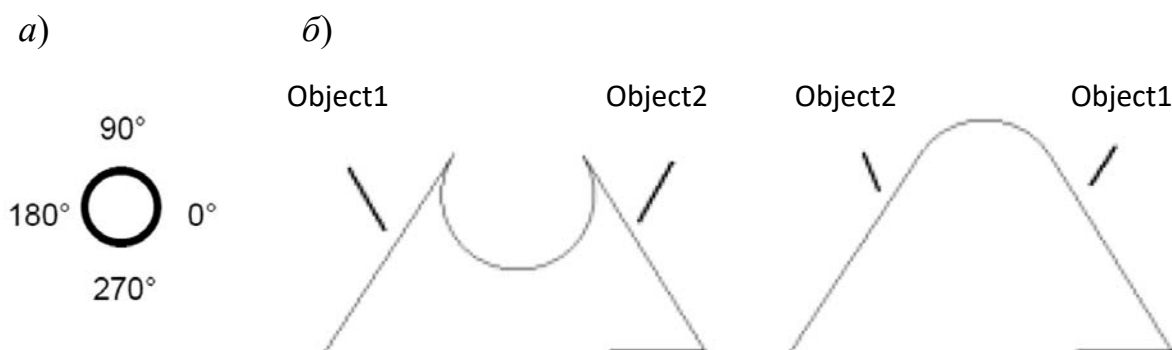

Рисунок 3.2 – Математическая окружность (а) и скругление углов (б)
**Математическая окружность.** Все угловые фигуры, окружности, дуги, круговые объекты DigiCAD всегда вычисляются против часовой стрелки (рисунок 3.2, а).
Следующий пример иллюстрирует метод работы математической окружности при скруглении треугольника (рисунок 3.2, б). DigiCAD устанавливает радиус окружности, ищет против часовой стрелки до тех пор, пока не найдет объект, а затем обрезает угол.